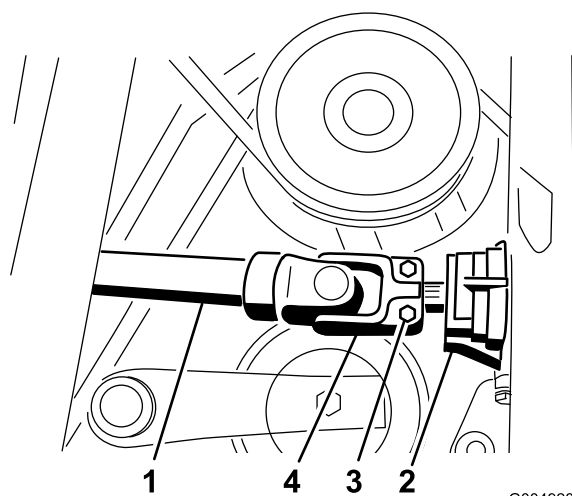

Figura 103
12. Retire el pasador cilíndrico y afloje los dos tornillos que sujetan el árbol de transmisión al eje de la caja de engranajes (Figura 103). Retire el árbol de transmisión del eje de la caja de engranajes.